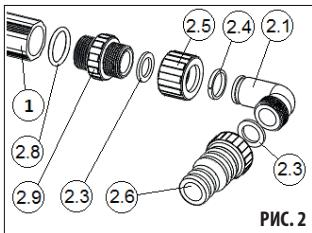
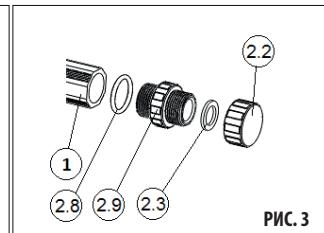

РИС. 2
РИС. 3
1) Соберите панель. На трубы солнечной панели навинтите фуртки (2.9) с силиконовыми уплотнительными кольцами (2.8). РЕКОМЕНДУЕМ НАНЕСТИ НА ТОРЦЕВУЮ УПЛОТНИТЕЛЬНУЮ ПОВЕРХНОСТЬ ТРУБЫ СОЛНЕЧНОЙ ПАНЕЛИ (1) ТОНКИЙ СЛОЙ ПРИЛАГАЕМОЙ СМАЗКИ – ТАК ВЫ ИЗБЕЖИТЕ НЕГЕРМЕТИЧСКИХ СОЕДИНЕНИЙ. После этого на фуртке установите патрубки для присоединения шлангов (РИС. 2) и пробки (РИС. 3). В одной из труб панели посередине находится пробка – на этой трубе должны быть установлены патрубки для присоединения шлангов, на второй трубе установите пробки.